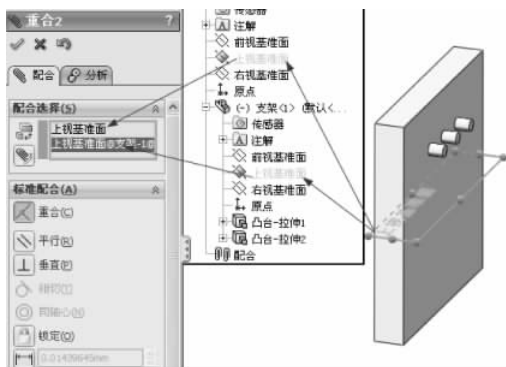

图 3-75 上视基准面重合
(5) 继续进行配合约束,在【标准配合】选项组下选择【重合】配合类型,在【配合选择】选择框中选择如图3-75所示的装配体环境下的上视基准面和支架零件的上视基准面,单击【确定】按钮,完成上视基准面重合的配合。